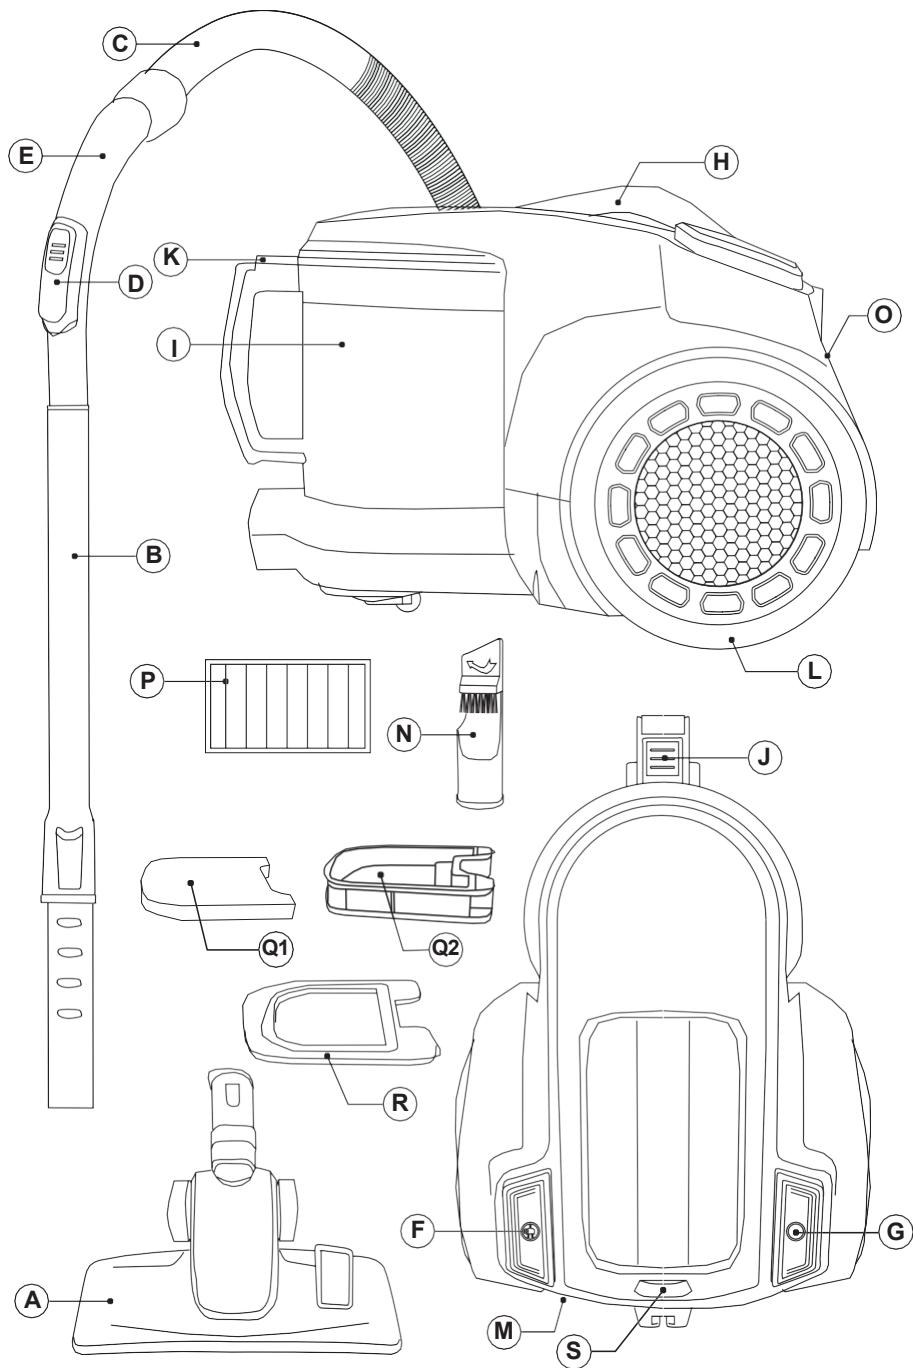

Fig.1
- ◆ Monter slangeenheden på støvsugerens luftindtag, og fastgør slangen ved at dreje til højre side(Fig.1).